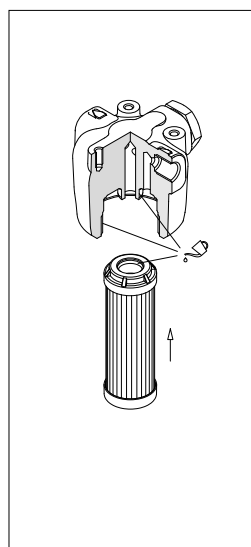

fig. 14
- (Fig. 14) Lubrificare con il fluido di lavoro l'O-ring dell'elemento filtrante, il codolo e la sede della testata, quindi calzare l'elemento filtrante sul codolo.